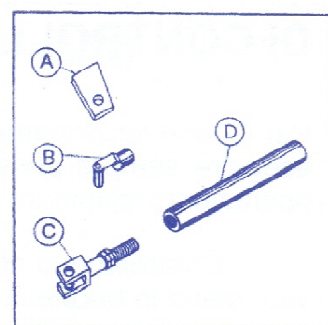

Fig. 5
- a) Visser la fourche dotée de la rotule (C) à la tige chromée (D) et fixer par le biais du clip (B) en dotation (fig. 5/6)